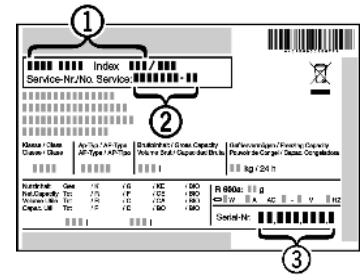

Fig. 29
- ▶ Считать обозначение устройства Fig. 29 (1), сервисный номер Fig. 29 (2) и серийный номер Fig. 29 (3) с заводской таблички. Заводская табличка находится внутри устройства слева.